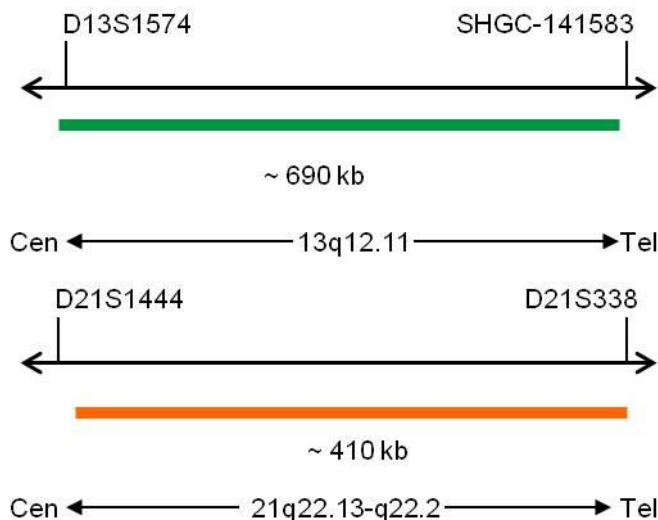

Abb. 1: Oben: SPEC 13q12.11 Sondenlokalisierung; Unten: SPEC 21q22.13-q22.2 Sondenlokalisierung (nicht maßstabsgetreu)
- ZyGreen (Anregung 503 nm/Emission 528 nm) markierten Polynukleotiden (~10,0 ng/μl), die gegen Sequenzen in 13q12.11\* (chr13:20,200,365-20,892,494) gerichtet sind (siehe Abb. 1).
- ZyOrange (Anregung 547 nm/Emission 572 nm) markierten Polynukleotiden (~4,5 ng/μl), die gegen Sequenzen in 21q22.13-q22.2\* (chr21:39,372,983-39,784,773) gerichtet sind (siehe Abb. 1).